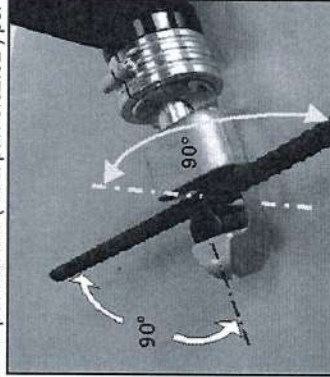

Fig. 6
- Assicurarsi che il pezzo da piegare si trovi ad angolo retto rispetto all'asse dell'apparecchio (fig. 6).
- Collocare l'oggetto da piegare nell'apposita sede della testata (fig. 6), accertarsi che l'oggetto aderisca bene alla base della sede in modo da non assumere posizioni anomale durante l'operazione di piegatura..